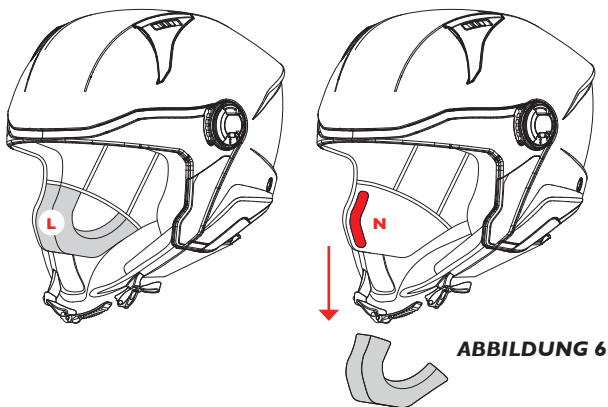

ABBILDUNG 6
**Seitliche innere Polsterungen: WANGENPOLSTER — L — Abbildung 6/7
Entfernen – Abbildung 6